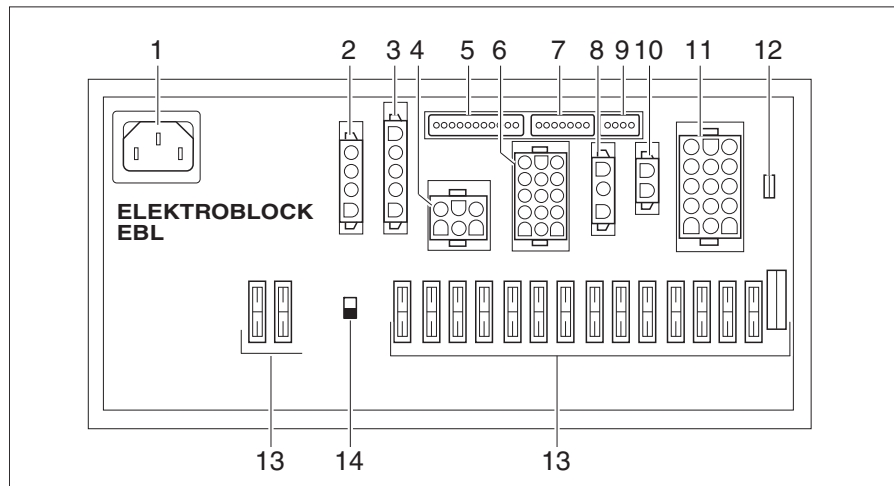

Fig. 256 Bloque eléctrico (EBL 102)
En función del modelo, el bloque eléctrico (Fig. 256) se encontrará en la consola de asiento debajo del asiento del conductor o en la zona del garaje o del grupo de asientos del bar (Globeline).
- ▷ El separador de batería (Fig. 256,14) desconecta todos los consumidores que están conectados al bloque eléctrico, de la fuente de alimentación 12 V.